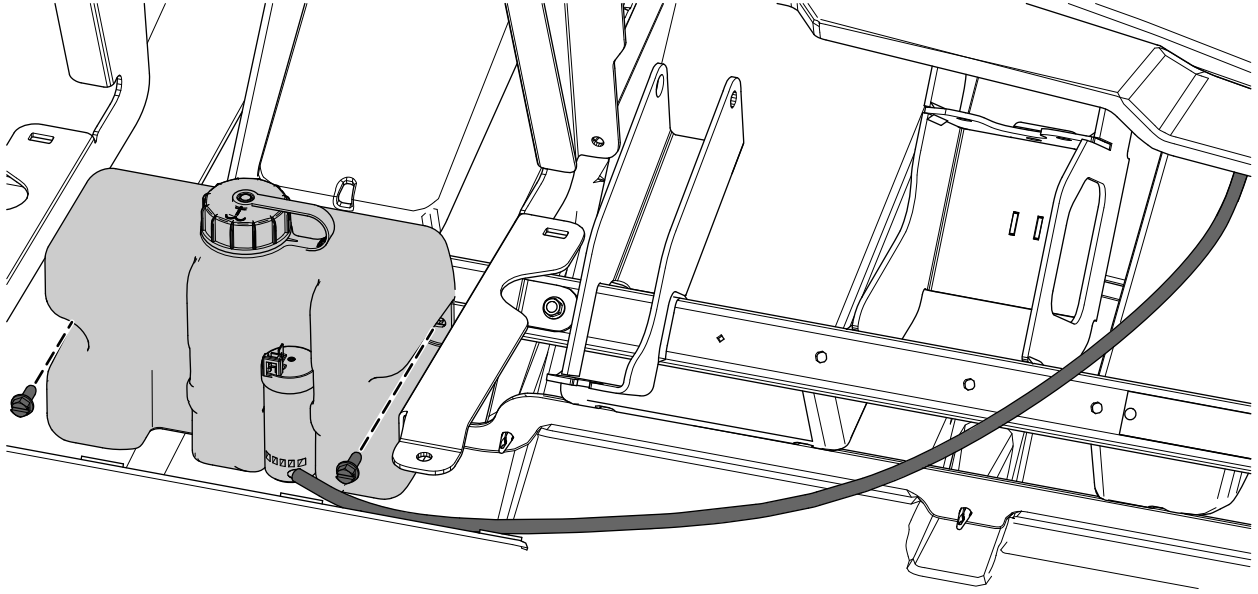

Figure 14
8. Fixez le réservoir de lave-glace sur le support de la colonne de cadre avant à l'aide de 2 boulons à embase hexagonale ($\frac{1}{4}$ " x $\frac{5}{8}$ "), comme montré à la Figure 14.
9. Branchez le flexible d'essuie-glace au réservoir de lave-glace (Figure 14).